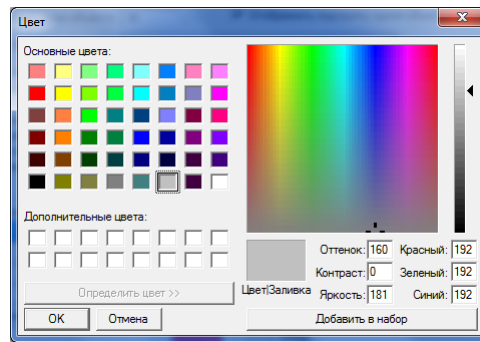

Рис. 12.5. Настройка цвета
- **Цвет:** цвет, которым будет подсвечиваться данный тип событий в программе. Для изменения цвета дважды щелкните по цвету левой кнопкой мыши. В открывшемся окне *Цвет* выберите цветовой тон и нажмите кнопку *ОК* (Рис. 12.5).